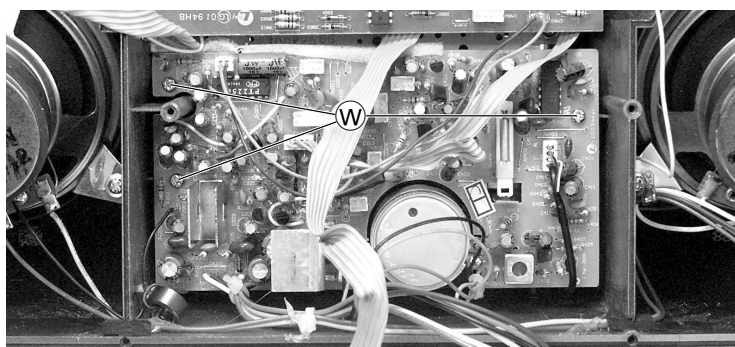

Fig. 24
- 3 Schrauben (W) herausdrehen (Fig. 24) und Hauptplatte herausnehmen.
- Undo the 3 screws (W) (Fig. 24) then remove the main PCB.